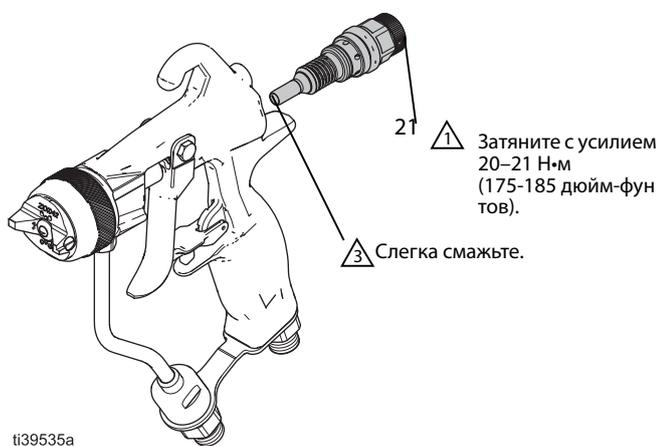

Рис. 42: Установка картриджа для воздуха
3. Сдвиньте картридж (21) с краскораспылителя.
5. Смажьте сопло картриджа для воздуха и прикрутите картридж для воздуха (21) обратно к тыльной стороне краскораспылителя. Затяните с усилием 20-21 Н·м (175-185 дюйм-фунтов). См. Рис. 42.
7. Смажьте сопло картриджа для воздуха и прикрутите к тыльной стороне краскораспылителя. Затяните с усилием 20-21 Н•м (175-185 дюйм-фунтов). См. Рис. 42.
2. Отсоедините картридж для воздуха (21) от тыльной стороны корпуса краскораспылителя, используя специальный инструмент для краскораспылителя (29).
3. Сдвиньте картридж для воздуха (21) с краскораспылителя. См. Рис. 42.
7. Смажьте сопло воздушного клапана и прикрутите картридж для воздуха (21) обратно к тыльной стороне краскораспылителя.
8. Затяните с усилием 20–21 Н·м (175–185 дюйм-фунтов). См. Рис. 42.